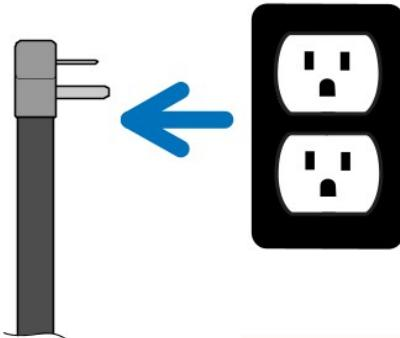

Abbildung 15. EVSE – Trennen
8. Trennen Sie den AC -Stecker von der Steckdose. Siehe Abbildung 15.